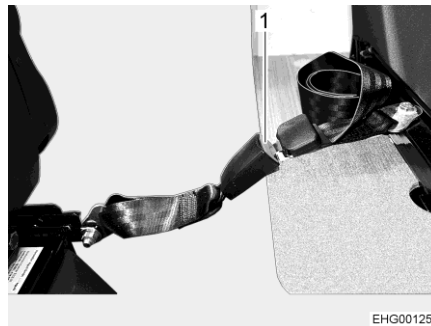
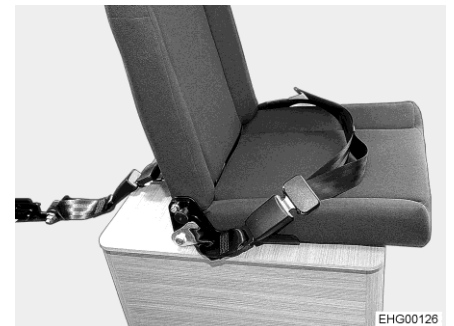

Fig. 33 Cinturón de retención
Fig. 34 Asiento (completamente montado)
- Enchufar el cinturón de retención (Fig. 33,1) en la hebilla. Ahora, el asiento adicional está completamente montado (Fig. 34).